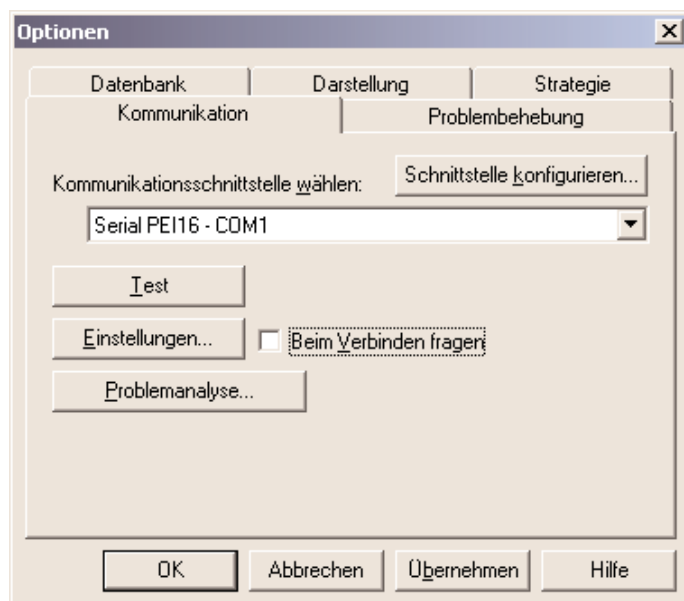

Bild 4: Optionsdialog der Kommunikationseigenschaften der ETS3
1. Zunächst ist die ETS3 zu starten und der Optionsdialog der Kommunikationseigenschaften aufzurufen (Extras → Optionen → Kommunikation – vgl. Bild 4).